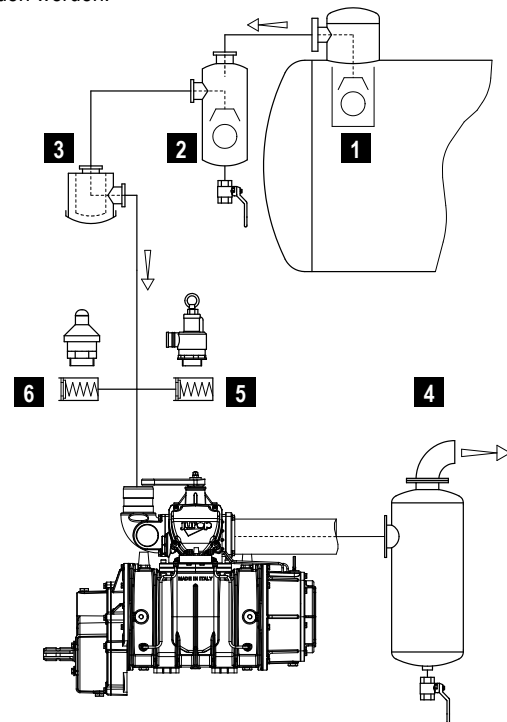

Abb. 4.2
- Siehe Abb. 4.2.
- Um Flüssigkeit in Ansaugleitung zu vermeiden, muss ein Schwimmerüberlaufventil auf Ansaugungsline montiert werden (Fig. 4.2. - pos. 1). Der Durchmesser des Übergangsschnitts muss entsprechend der Ansaugleitung sein.
- Bei Pumpenbetrieb lärmt die Anlage, also wird ein Schalldämpfer empfohlen (Fig. 4.2 - pos. 4) Er wird so nah wie möglich an der Pumpe angebaut und muss für Luftförderleistung der Vakuumpumpe angemessen sein. Schmieröl muss von der Luft durch geeigneten Abscheider getrennt werden. Er ist normalerweise dem Schalldämpfer eingebaut, mit Öl und Kondenswasser Ablasshähne komplett.